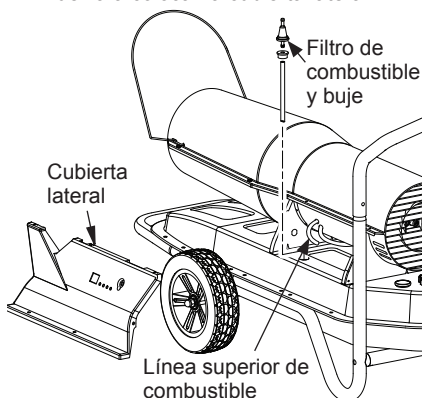

Figura 14 - Desmontaje del filtro de combustible
3. Quite la línea superior de combustible del cuello del filtro de combustible (consulte las figura 14).
4. Saque cuidadosamente el buje, el filtro de combustible y la línea inferior de combustible del tanque de combustible (consulte la figura 14).
dos tornillos de soporte de la rueda y las tuercas con un destornillador Phillips y una llave ajustable. Quite la tapa lateral (ver figura 14).